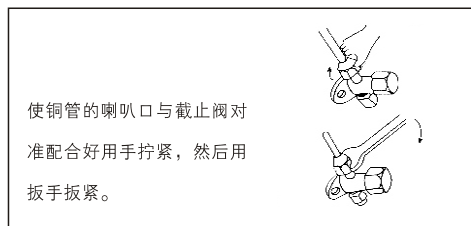

图 25
(3) 在截止阀与管的喇叭口处涂少许润滑油, 然后按图25所示拧紧纳嘴。
(4) 按图25所示用扳手牢固地将纳嘴扳紧, 扭矩力按表(5)规定执行。